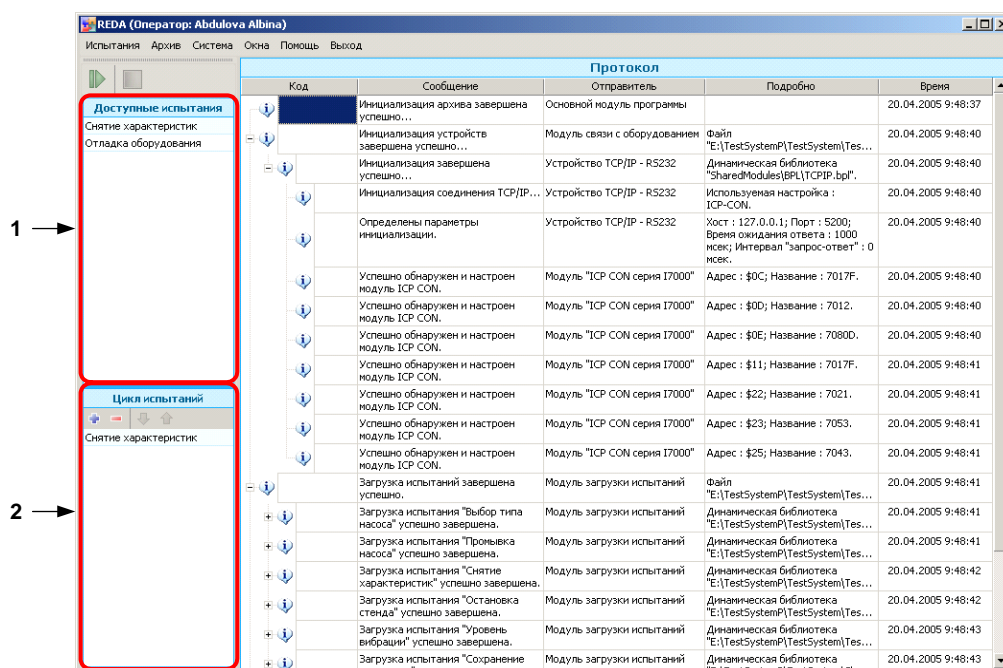

Рисунок 1.18
Раздел основного окна «Доступные испытания» (рис.1.18{1}) представляет собой список испытаний, которые можно провести для рассматриваемого стенда. Список доступных испытаний для различных стендов может отличаться.
Раздел «Цикл испытаний» (рис.1.18{2}) представляет собой последовательность испытаний, составленную из доступных испытаний. Цикл испытаний составляется оператором или задается программным путем.
1. В разделе «Доступные испытания» (рис.1.18{1}) с помощью мыши выделите требуемое испытание (например «Снятие характеристик»).
2. Добавьте испытание в цикл испытаний двойным щелчком мыши или нажатием кнопки  на функциональной панели раздела «Цикл испытаний» (рис.1.18{2}) или нажатием клавиши [Insert].
1. В разделе «Цикл испытаний» (рис.1.18{2}) с помощью мыши выделите требуемое испытание.
2. Для исключения испытания из цикла нажмите кнопку  на функциональной панели раздела «Цикл испытаний» (рис.1.18{2}) или нажмите клавишу [Del] на клавиатуре, или два раза щелкните левой кнопкой мыши.
- **Для того, чтобы выстроить испытания в требуемом порядке** в разделе «Цикл испытаний» (рис.1.18{2}) выделите требуемое испытание и нажмите кнопку  либо кнопку  на функциональной панели раздела. При нажатии данных кнопок запись будет перемещаться соответственно на уровень ниже или выше.